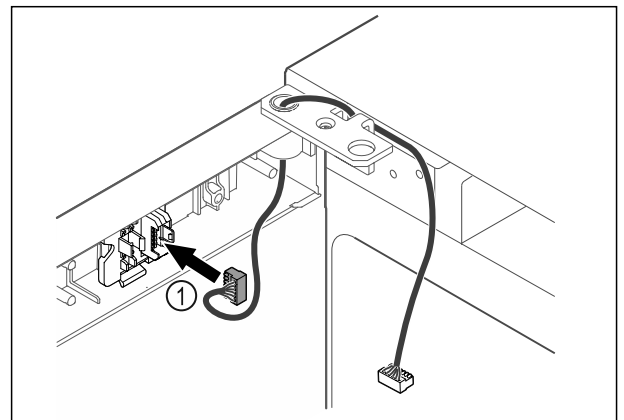

Fig. 47
- ▶ Įkiškite kištuką Fig. 47 (1) į kištuko laikiklį.